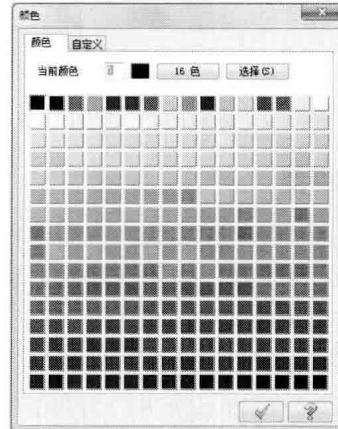

图 1-13 【颜色】对话框
- **【系统颜色】**：单击后弹出【颜色】对话框，用户可以选取适当的颜色或输入 R、G、B 数值定义新的颜色，如图 1-13 所示。